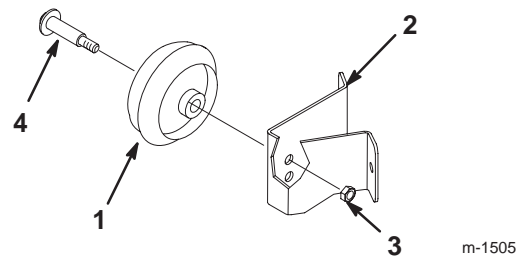

Bild 7
1. Entfernen Sie die Befestigungsschraube des Rads und stecken in das gewünschte Loch (Bild 7).
2. Verwenden Sie das obere Loch für die niedrigste Schnitthöhe und das untere Loch für höhere Schnitthöhen (Bild 7).